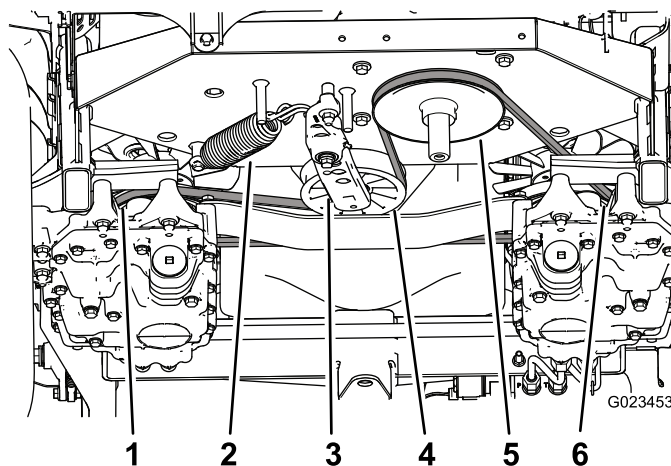

Figure 55
3. Insérez un rochet dans le trou carré du bras tendeur pour compenser l'action du ressort de tension (Figure 55), et déchaussez la courroie de la poulie de tension.
4. Décrochez le ressort de tension du bras de tension et du cadre (Figure 55).
9. Accrochez le ressort sur le bras de tension et le cadre (Figure 55).